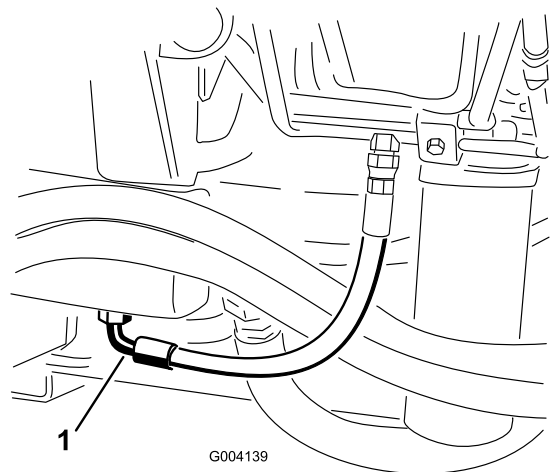

Figure 68
3. Placez un grand bac de vidange sous le raccord monté au bas du réservoir de liquide hydraulique (Figure 68).